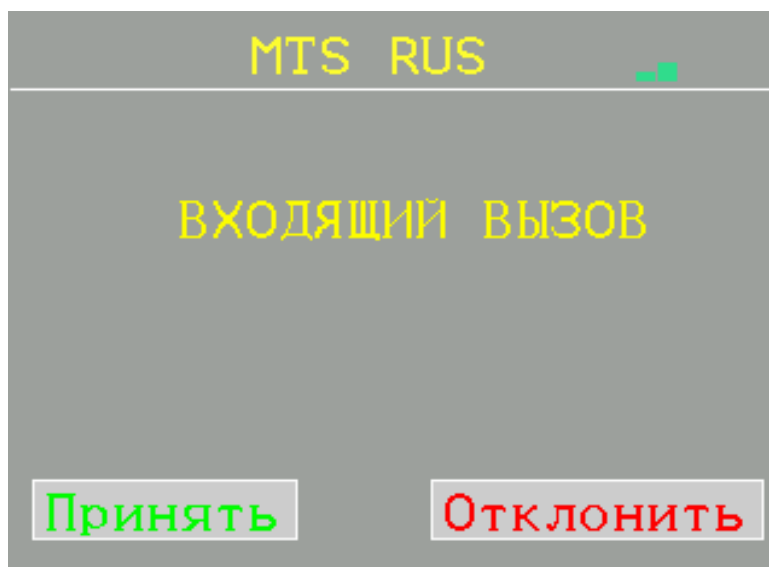

Рисунок 42 – Сообщение о входящем вызове
–дождаться прерывистого звукового сигнала. На дисплей электрокардиографа выводится сообщение о поступлении входящего вызова (см. рисунок 42).